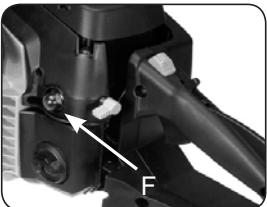

Fig. 7D
3. Appuyez 10 fois le réservoir de l'amorceur (F) (*Fig. 7D*).